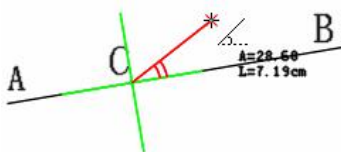

图 1
1. 如下图示，点 C 是线 AB 上的一点。先单击线 AB，再单击点 C，此时出现两条相互垂直的参考线，按 Shift 键，两条参考线在图 1 与图 2 间切换；
2. 在上两图任一情况下，击右键切换角度起始边，下图是图 1 的切换图：